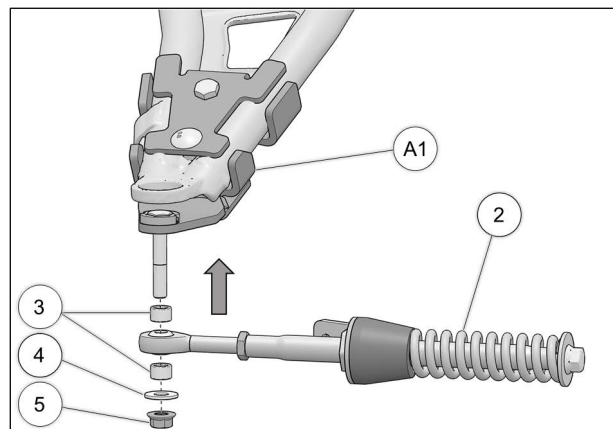

Fig. 18
9. Fixer le bras stabilisateur (2) à l'ancrage de suspension (A1) à l'aide des deux espaceurs (3), de la rondelle (4) et de l'écrou autobloquant (5). Serrer à un couple de 70 Nm [52 lb•pi]. Voir la Fig. 18